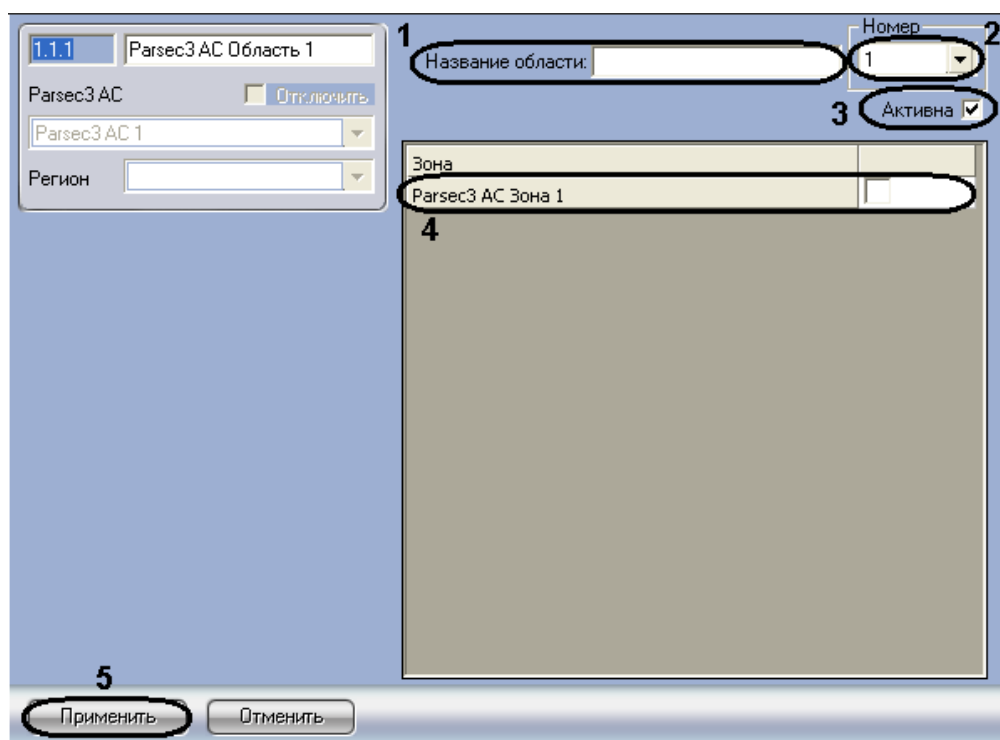

Рис. 3.9—10 Панель настроек объекта Область
2. В поле **Название области:** ввести название настраиваемой области (Рис. 3.9—10, 1).
3. Из раскрывающего списка **Номер** выбрать порядковый номер охранной области, в которой находится список принадлежащих ему охранных зон (Рис. 3.9—10, 2).